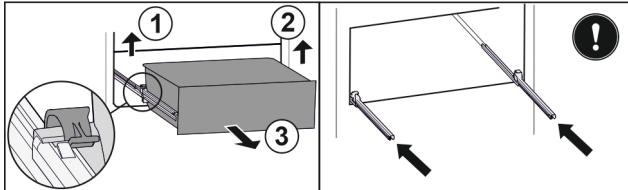

Fig. 58
- Linke Klemme anheben und gleichzeitig Schubfach links nach vorne ziehen. Fig. 58 (1)
- Rechte Klemme anheben und gleichzeitig Schubfach rechts nach vorne ziehen. Fig. 58 (2)
- Schubfach nach vorne entnehmen. Fig. 58 (3)